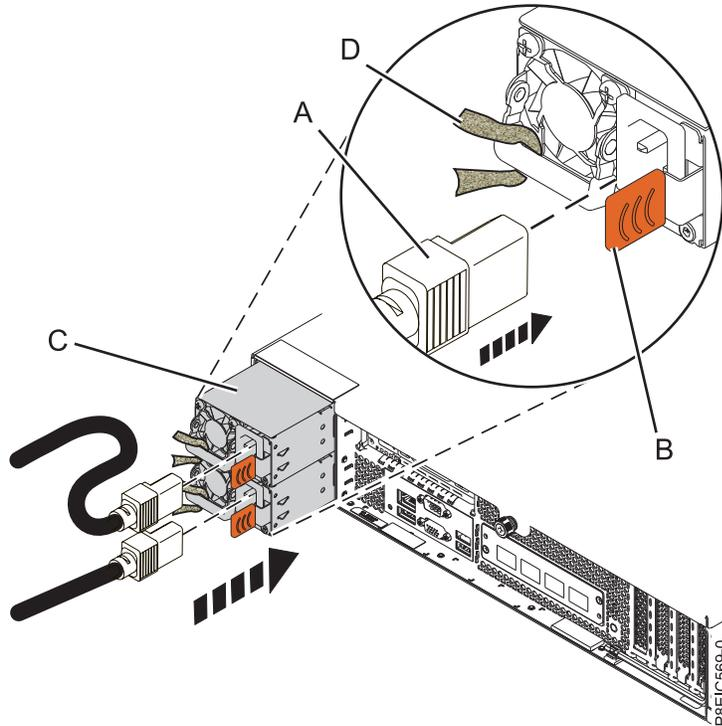

Figure 117. Connexion des cordons d'alimentation au système
2. A l'aide des étiquettes, reconnectez les cordons d'alimentation à l'unité centrale. Voir la figure 117, à la page 119.